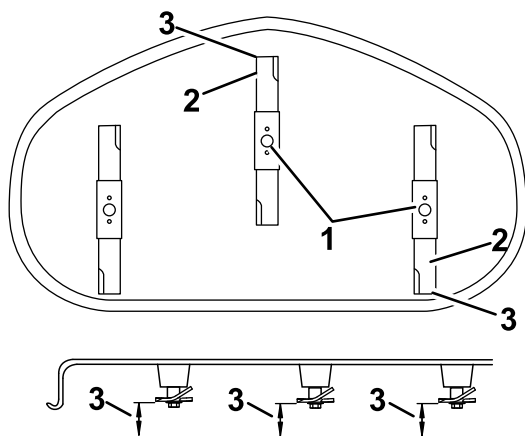

Figure 64
5. Mesurez la distance entre la pointe de la lame avant et la pointe de la lame arrière par rapport à la surface plane (Figure 63 ou Figure 64).